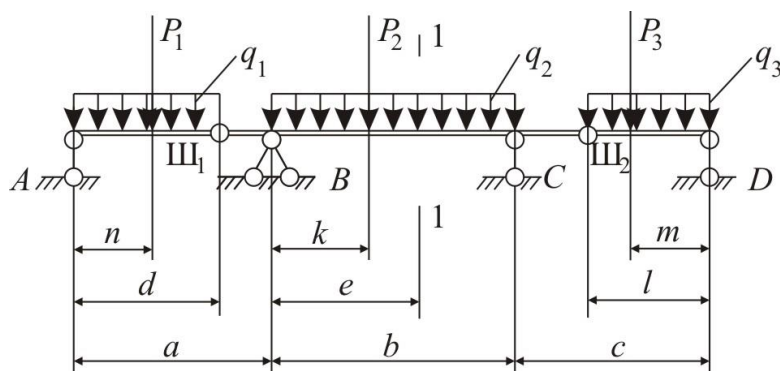

Рисунок 2
Дані до рис. 2
1. За даними табл. 2 накреслити у масштабі схему балки (рис. 2–4), позначивши навантаження і всі необхідні розміри у літерно-цифровому вигляді ( $P_1 = 5$  кН;  $b = 6$  м і т. д.).